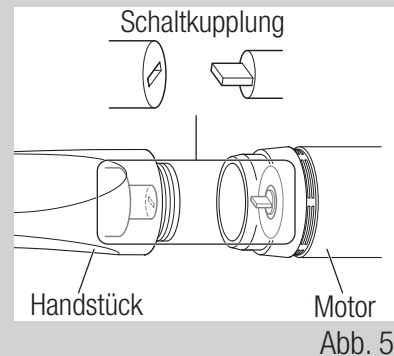

Abb. 5
• Beim Anschließen des Handstücks an den Motor, kann es sein, dass beim Einschrauben plötzlich ein Widerstand entsteht. Dies liegt daran, dass die Motorschaltkupplung des Motorhandstücks falsch ausgerichtet ist. In diesem Fall kann das gewaltsame Anziehen der Schraube den Motor beschädigen. Lösen Sie die Schraube, richten Sie die Motorschaltkupplung aus, indem Sie das Spannfutter des Handstücks oder den Fräser drehen, und ziehen Sie die Schraube dann wieder an (Abb. 5).